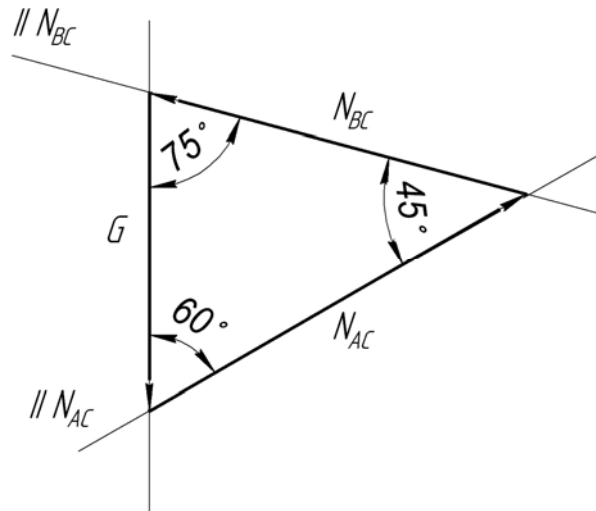

Рис. 1.4
**3. Графічний метод.** Будуємо в масштабі (наприклад, в 1 см – 10 кН) силовий трикутник (рис. 1.4): спочатку вектор, що відповідає відомій вазі вантажу  $G$ , а потім через початок і кінець цього вектора проводимо прямі, паралельні відповідно лініям дії зусиль  $N_{AC}$  і  $N_{BC}$ . Вимірявши довжини отриманих векторів, за масштабом визначаємо невідомі зусилля:  $N_{AC} = 82$  кН,  $N_{BC} = 73$  кН.